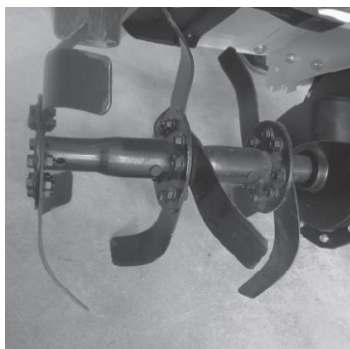

Рисунок 2
- Совместите технические отверстия на фрезе и вале редуктора. Вставьте фиксирующий стержень. Надежно зафиксируйте стержень на фрезе (Рисунок 2). Аналогично можно установить дополнительную часть фрезы, тем самым, увеличив ширину захвата культивируемой земли.